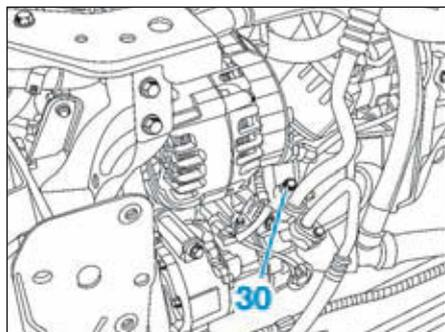

FIG.113
- Déposer la vis du tuyau de climatisation (30) sur le compresseur (Fig.113).
- le tuyau de climatisation (30),